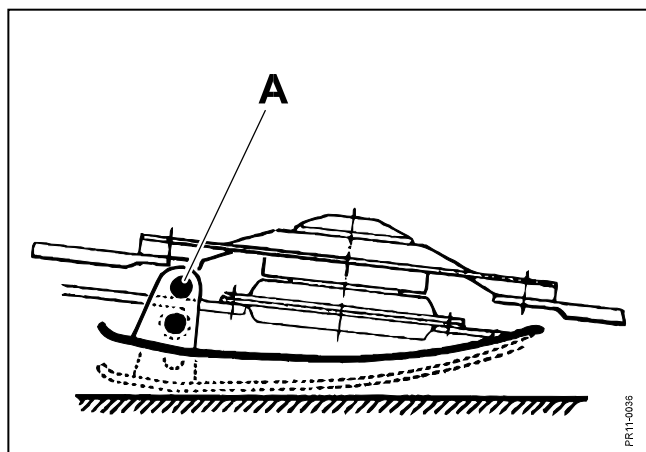

Рис. 3-11
- Рис. 3-11** 2) Отрегулировать **высоту среза** с помощью копирующего башмака и наклона режущего механизма.